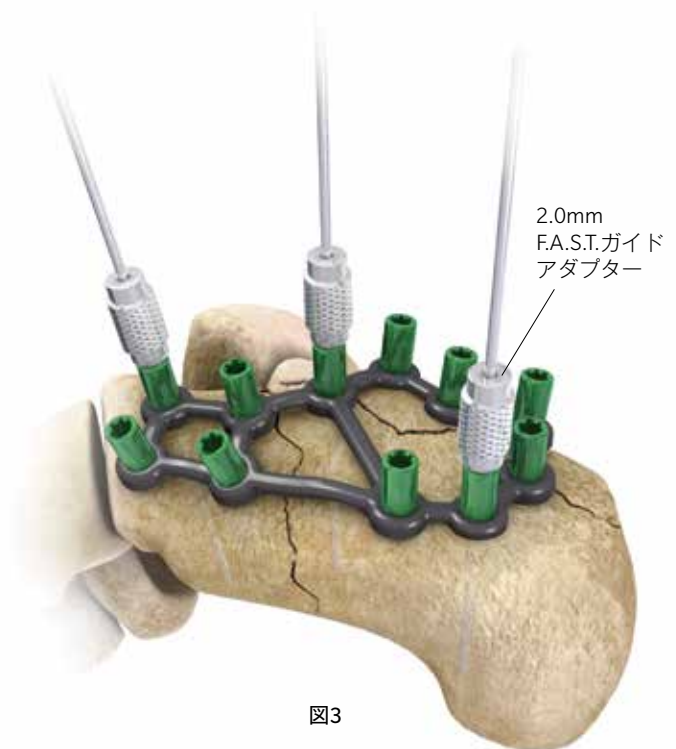

図3
F.A.S.T. ガイドに設置した2.0mm F.A.S.T. ガイドアダプター（品番：231218007）からKワイヤーを刺入して、プレートの仮固定を行います（図3）。
Note：仮固定は前距骨関節、後距骨関節面下（載距突起）、踵骨隆起外側突起の下方の3点で固定することが推奨されます（図3）。